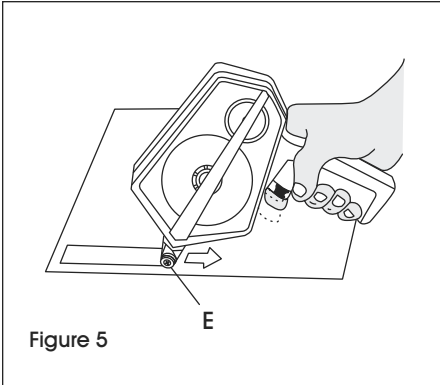

Figure 5
1. Place applying roller (E) on surface, depress trigger and pull dispenser. (See Figure 5)
1. Placez le rouleau applicateur (E) sur la surface, appuyez sur la détente et tirez sur le dévidoir. (Voir Figure 5)